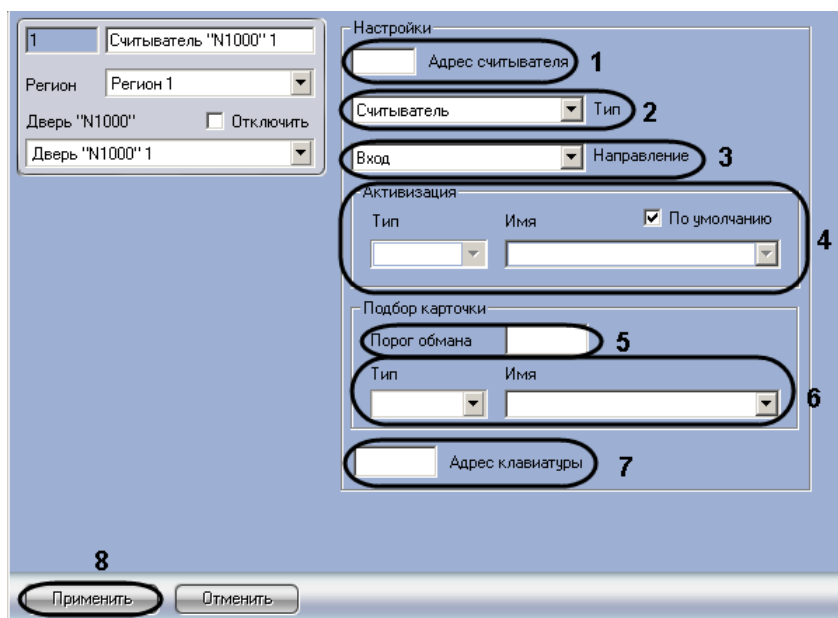

Рис. 3.4—4 Панель настроек объекта Считыватель "N1000"
2. Ввести адрес считывателя в соответствующем поле (см. Рис. 3.4—4, 1).
3. Выбрать тип считывателя из раскрывающегося списка **Тип**: только считыватель, считыватель с клавиатурой, только клавиатура (см. Рис. 3.4—4, 2).